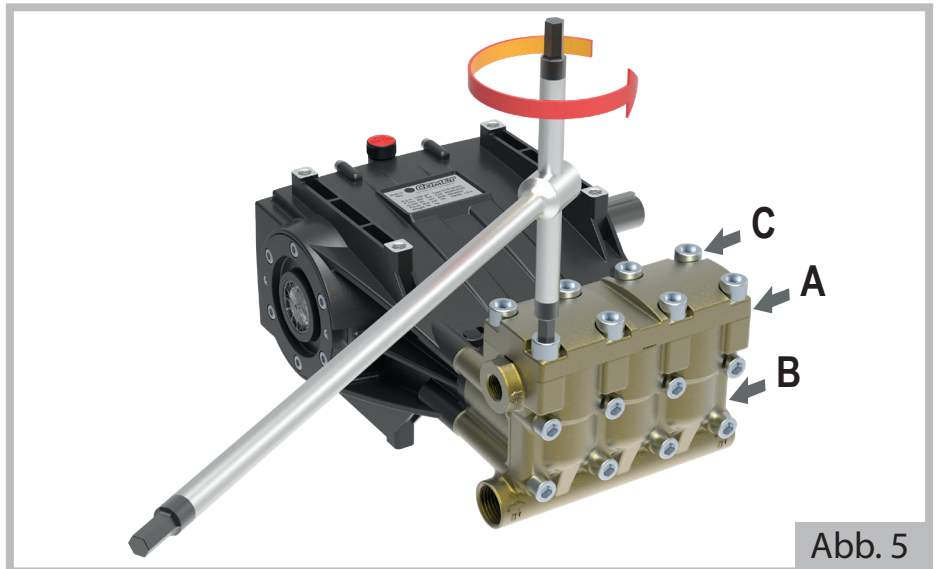

Abb. 5
- a) Den Ventilstopfen (A) vom Kopf (B) abmontieren, indem man die 8 Schrauben C (siehe Detail in Abbildung 5) mit einem 12-mm-Inbusschlüssel aufschraubt.